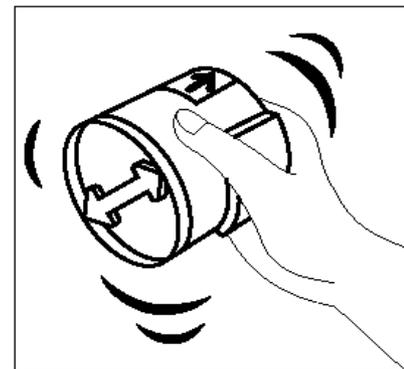

Fig. 11: Agitare la cartuccia
- 6** Agitare la cartuccia nel modo illustrato in Fig. 11.